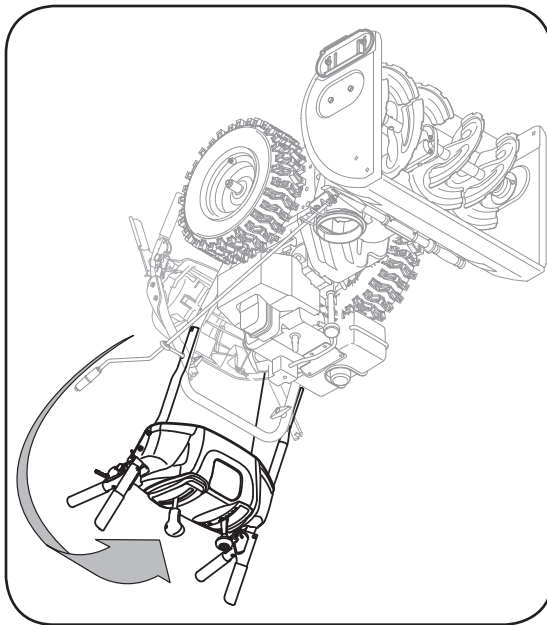

Figure 3-1
1. Assurez-vous que les deux câbles, sur la partie inférieure de la souffeuse, sont bien alignés avec les rouleaux de guidage. Redressez le guidon supérieur, alignez le guidon supérieur avec le guidon inférieur. Voir la Figure 3-1.